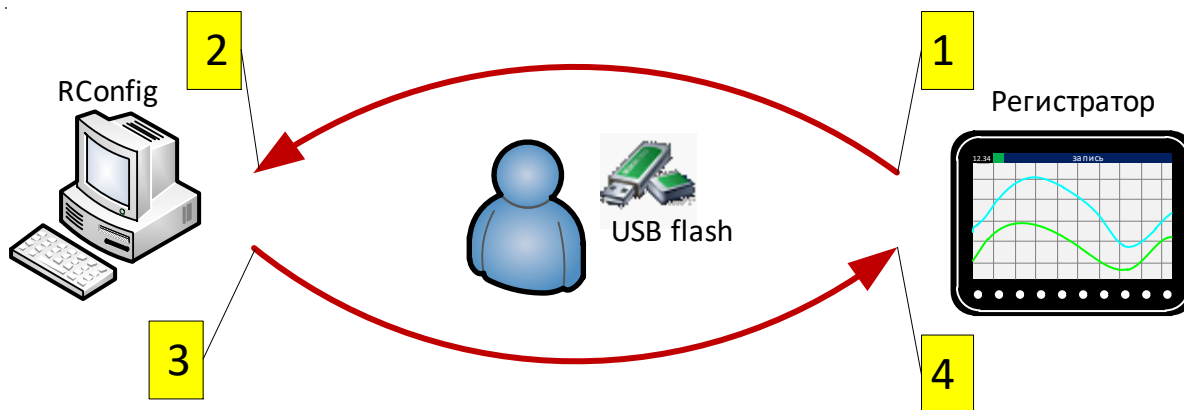

Рис. 2. Конфигурирование с помощью USB flash
- Открыть (рис. 2, поз. 2) предварительно сохраненный (рис. 2, поз. 1) на USB-flash (MMC карту) файл с конфигурацией регистратора.
- В программе RConfig сохранить (рис. 2, поз. 3) конфигурацию на USB-flash (MMC карту) и затем открыть (рис. 2, поз. 4) этот файл в регистраторе.